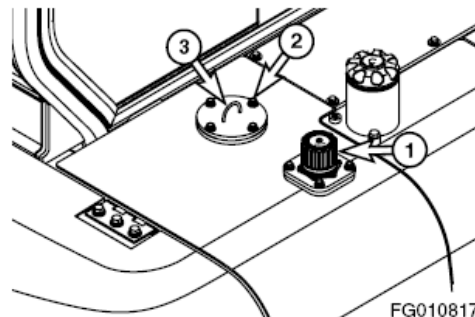

Figura 77
2. Afloje ligeramente el tapón de ventilación (1, Figura 77) para liberar la presión interna.
6. Apriete el tapón de ventilación (1, Figura 77).